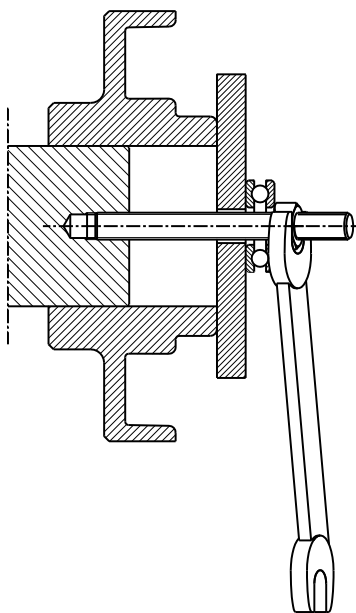

Fig. 1
- Il est déconseillé de monter à coups de marteau les plateaux sur les arbres, ceci pour ne pas abîmer les paliers supportant les arbres à relier. Le montage s'effectuera de préférence à l'aide d'une tige filetée avec écrou et d'une rondelle. Il suffit de visser cette tige dans le trou taraudé de l'arbre. Une butée à billes simplifiera beaucoup le travail (voir fig.1 § 7 - Démontage des accouplements page 4).